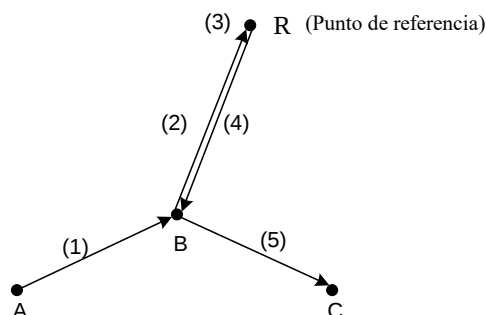

Figura 4-3-1-1
1. La acción del segmento de programa G28 se puede desglosar de la siguiente manera (ver Figura 4-3-1-1).